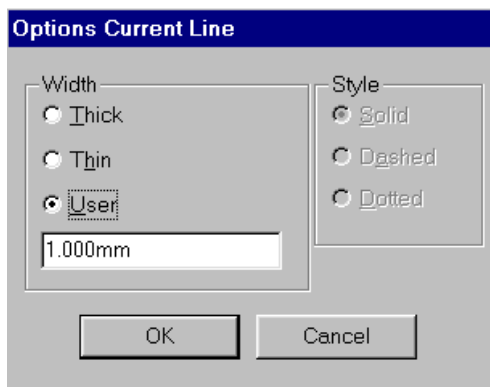

Рис. 3-9. Задание нового значения ширины линии
1) В основном меню выберите команду **Options/Current Line...**(параметры/текущая линия). Появится панель **Options Current Line**, показанная на рис. 3-9.